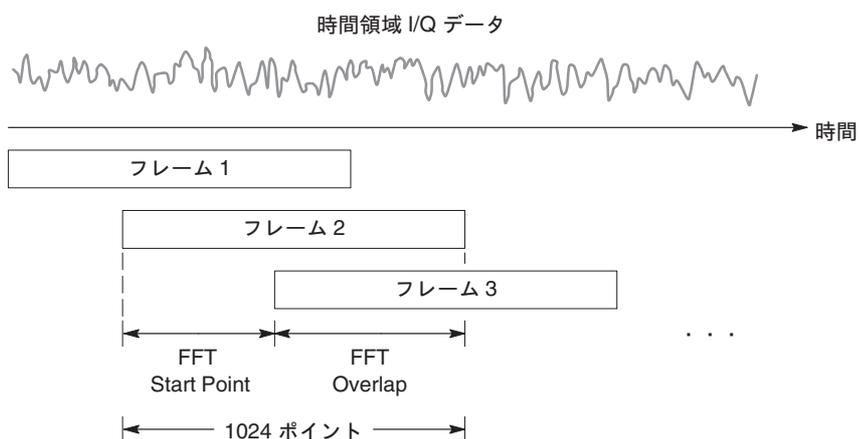

図 4-122 : FFT オーバーラップ
- FFT Start Point** 1024 ポイント FFT フレームの開始点をその前のフレームからのサンプル数で設定します。図4-122 参照。設定範囲：1~1024 サンプル (2ⁿ、デフォルト：1024)
- FFT Overlap** フレーム間の FFT 領域の重なりをサンプル数で表示します (図4-122)。設定はできません。(FFT Start Point) + (FFT Overlap) = 1024 の関係があります。